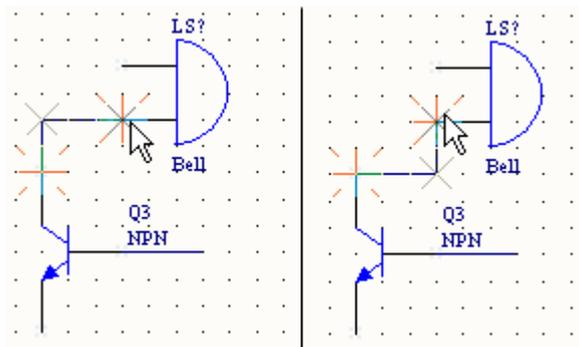

图 3-58 直角转弯
- 系统默认的走线方式是垂直走线直角转弯，如图 3-58 所示，可以按空格键改变直角转弯方向。